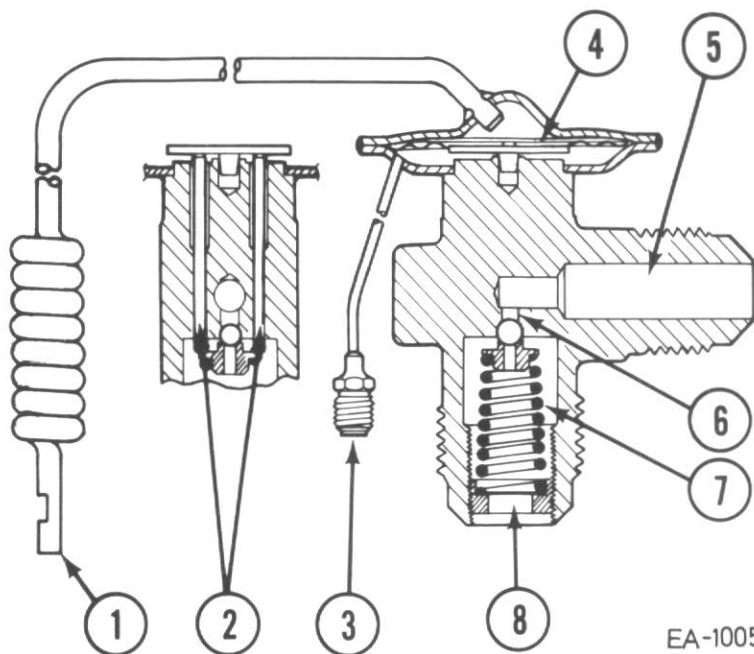

FIGURE 41
Le débit est contrôlé à l'aide d'une sonde thermique (1) Fig. 41 à la canalisation de sortie de l'évaporateur et au sommet du diaphragme (4) et par une canalisation d'égalisation de pression (3) partant de la sortie de l'évaporateur vers le bas du diaphragme (4). Le contrôle thermique (1) doit vaincre premièrement la pression d'égalisation (3) avant de devenir effectif. Le déplacement du diaphragme est transmis à l'aide des poussoirs (2) pour l'ouverture ou la fermeture de la valve.